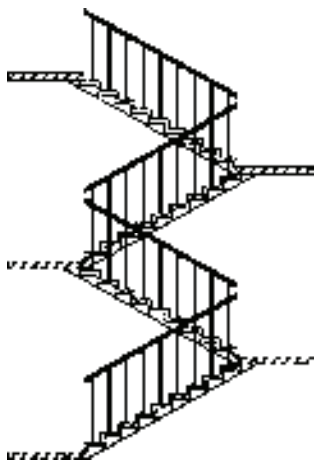

图 12-62 扶手接头
1) 按〈Ctrl+O〉组合键，打开配套光盘提供的“第 12 章/12.3.3 扶手接头.dwg”素材文件，如图 12-62 所示。